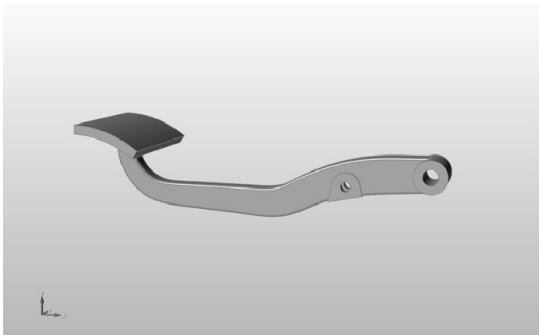

图 6-32
2) 单击应用程序左下角视图控制中的  图标，切换至透视投影，如图 6-32 所示。